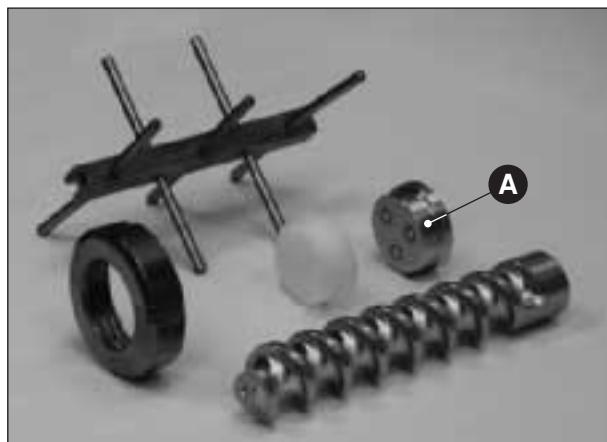

Fig. 15
6.2 LIMPIEZA DE: MEZCLADOR, COCLEA, ABRAZADERA E HILERAS (Fig. 15)
La hilera (**Fig. 15 A**) debe mantenerse en un recipiente sumergida en agua durante todo el tiempo en que queda sin utilizar.